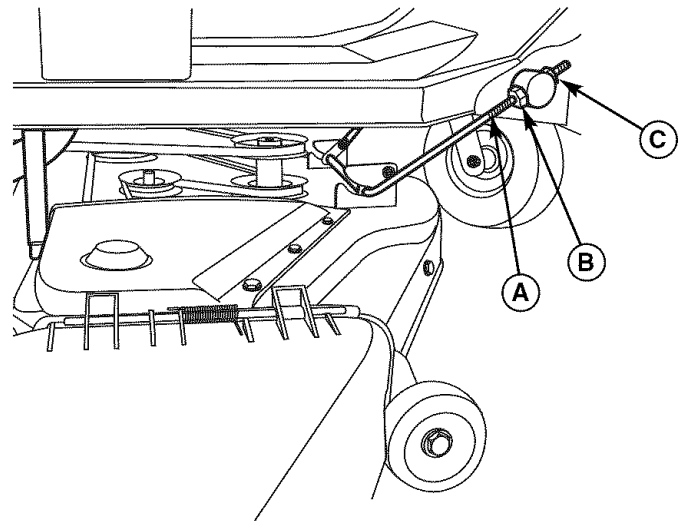

Figura 37. Nivelado de adelante hacia atrás
2. La varilla frontal de la sesgadora (A, Figura 37) se usa para ajustar el nivelado de adelante hacia atrás. Para levantar o bajar la parte delantera de la cubierta de la podadora, afloje las dos contratuercas traseras (B) en ambos lados de la varilla (A). Ajuste las contratuercas delanteras (C) en ambos lados de la varilla (A) para ajustar el nivel de la cubierta. Cuando esté ajustada correctamente, apriete las contratuercas traseras (B) para fijar la varilla en su lugar.